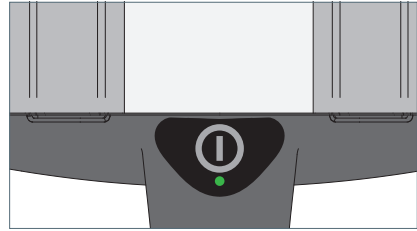

Fig. 3: Touche.
- Appuyez sur la touche, voir Fig. 3.
- Appuyez sur la touche et tenez-la appuyée, voir Fig. 3.